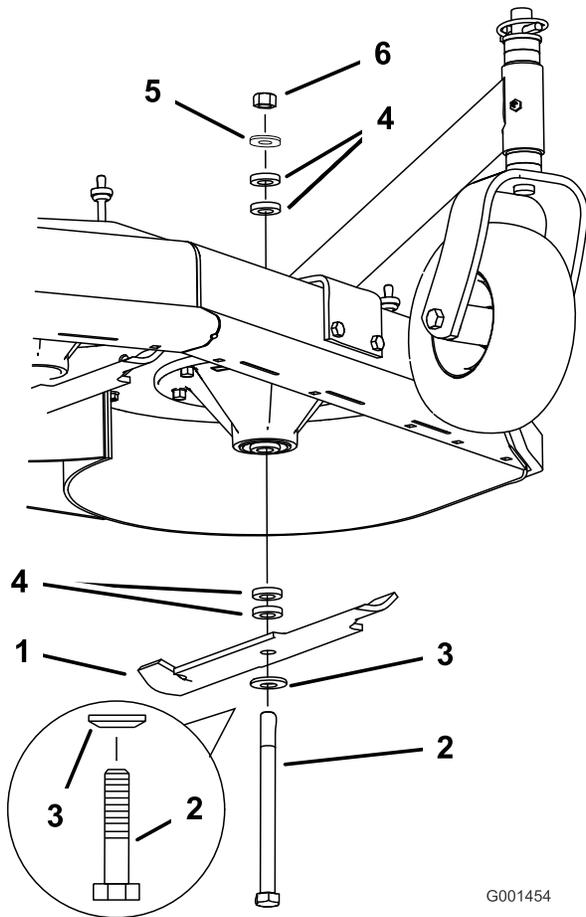

Figura 56
2. Retire la tuerca, el perno de la cuchilla, la arandela curva, la cuchilla, los espaciadores, y la arandela fina del eje (Figura 56).
1. Instale la arandela curva y luego la cuchilla en el perno. Seleccione el número correcto de espaciadores para la altura de corte deseada, y deslice el perno dentro del eje (Figura 56).